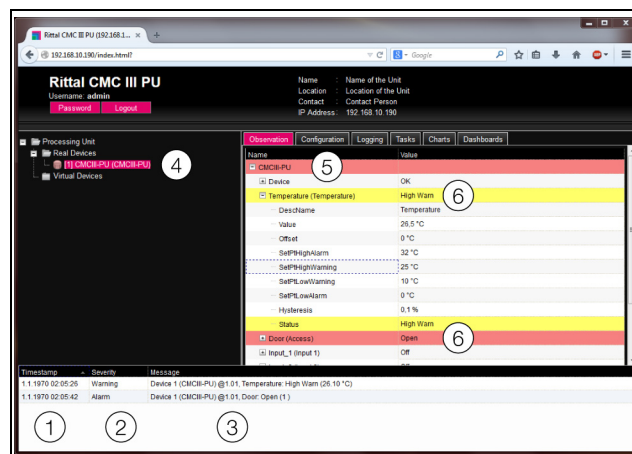

Abb. 30: Aufbau der Meldungsanzeige
1. Timestamp: Datum und Uhrzeit, wann der Fehler aufgetreten ist (Abb. 30, Pos. 1).
2. Severity: Schwere des aufgetretenen Fehlers. Es wird unterschieden zwischen Warnungen („Warning“) und Alarmen („Alarm“) (Abb. 30, Pos. 2).
3. Message: Fehlermeldung im Klartext (Abb. 30, Pos. 3).
- Linker Bereich (Navigationsbereich): Das Symbol vor der Komponente, an der der Fehler aufgetreten ist, wird im Navigationsbereich bei einer Alarmmeldung rot, bei einer Warmmeldung gelb eingefärbt (Abb. 30, Pos. 4).
- Rechter Bereich (Konfigurationsbereich): Auf der Registerkarte **Observation** wird die gesamte Komponente sowie der spezielle Parameter, für den die Warnung bzw. der Alarm anliegt, rot bzw. gelb eingefärbt (Abb. 30, Pos. 5 und 6).